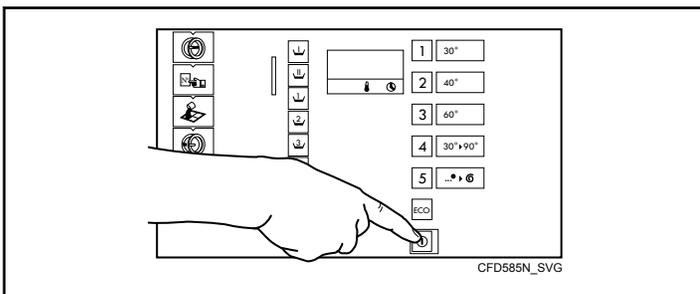

Figure 8
8. Lancer le cycle en appuyant sur la touche START (Démarrage). Se reporter à la Figure 8.